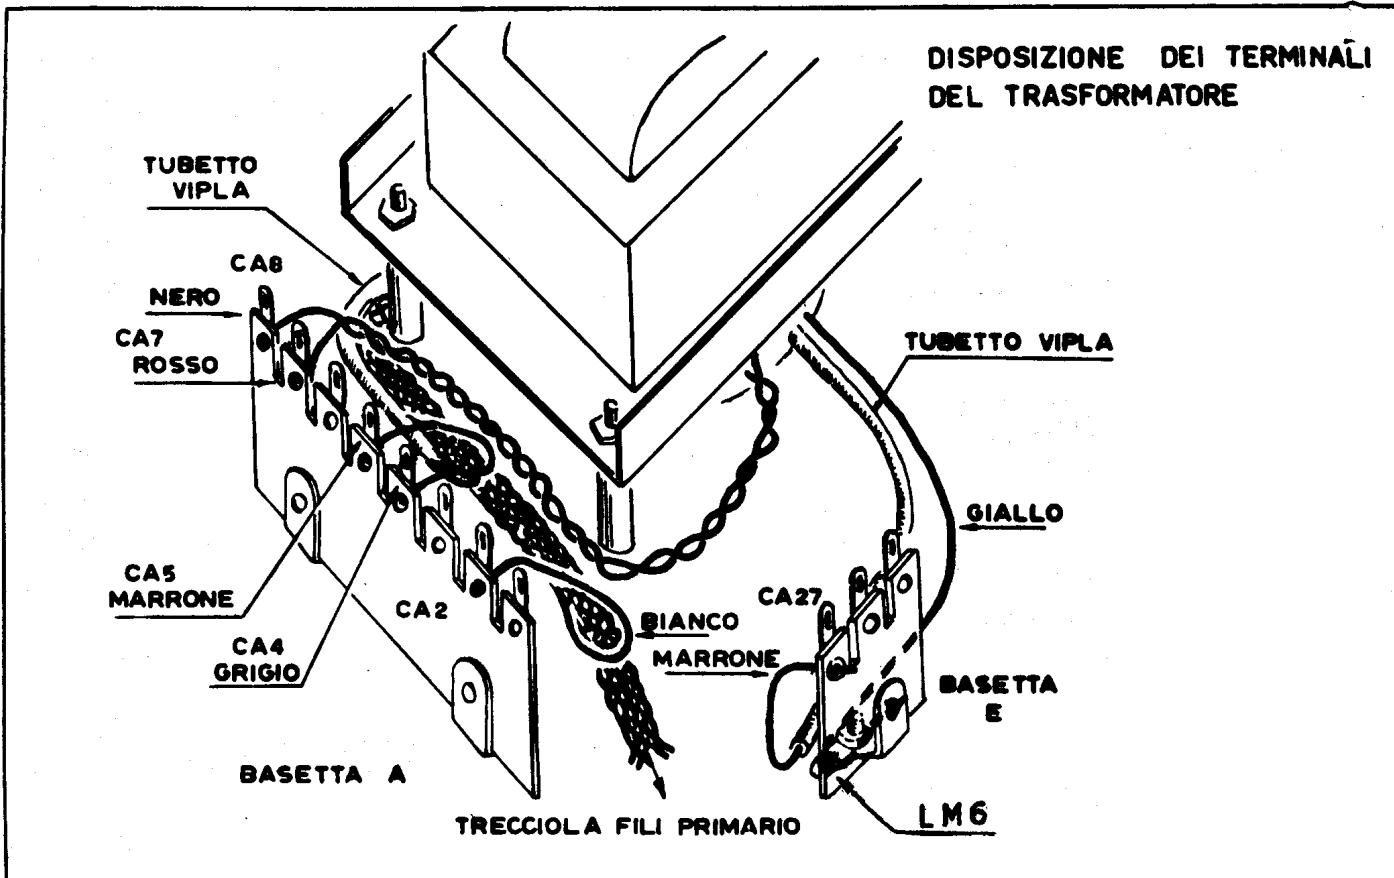

Fig. 9
Tutti i fili che Lei ha preparato devono uscire dal trasformatore nel modo indicato nel disegno di fig. 9. Lei avrà cura di piegarli opportunamente, sia prima di eseguire la saldatura sia dopo, in modo da ottenere un cablaggio molto ordinato.
g) - SALDI IL TERMINALE GIALLO (CENTRO DEL SECONDARIO AT) A MASSA SULLA LINGUETTA LM6 (fig. 9).
AT) ALL'OCCHIELLO DEL CAPOCORDA CA27 DELLA BASETTA E (fig. 9).
Veda la fig. 9.
l) - SALDI I TERMINALI ROSSO E NERO (SECONDARIO BT1) AGLI OCCHIELLI DEL CAPOCORDA CA7 E DEL CAPOCORDA CA8 SEMPRE DELLA BASETTA A° (fig.9).